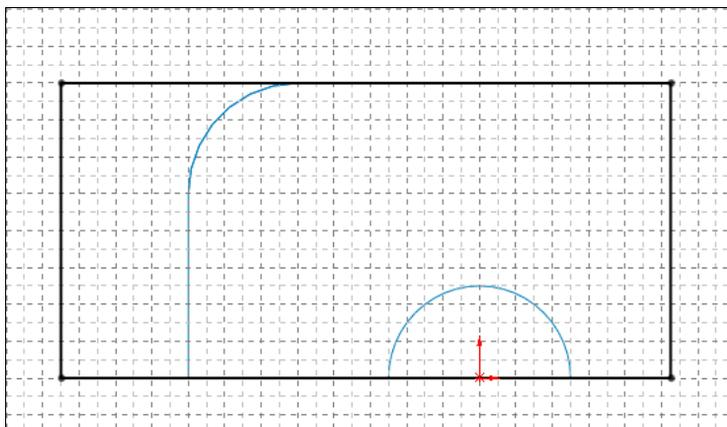

Рис. 2.97
6. Построим третью поверхность, которая будет соединять между собой две первые. Для этого также выберем плоскость Спереди и создадим эскиз третьей поверхности в виде описанного прямоугольника Эскиза2 (рис. 2.97).